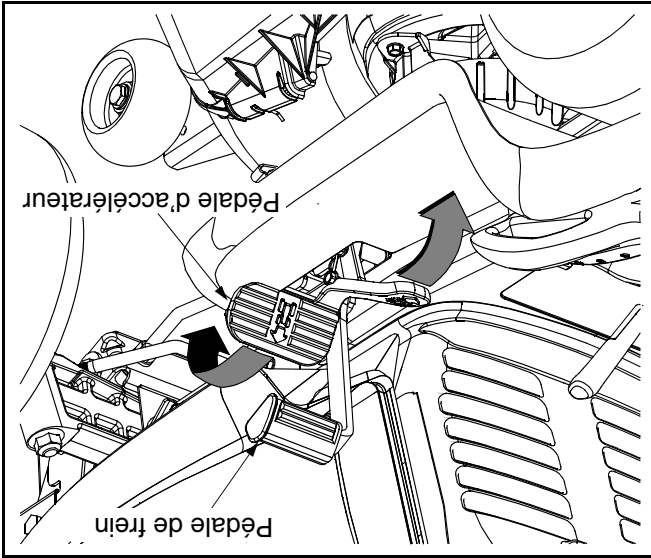

Figure 11
- Pour vous déplacer en MARCHE AVANT, appuyez lentement sur la partie supérieure de la pédale d'accélérateur jusqu'à l'obtention de la vitesse désirée. Voir la Figure 11.